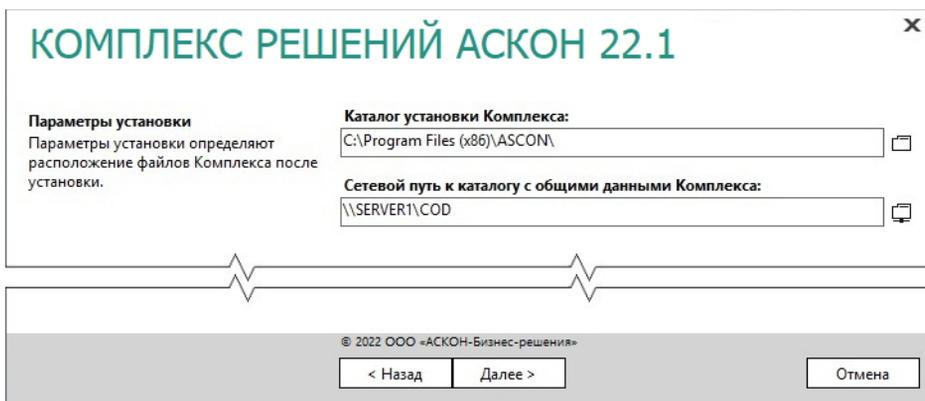

Рис. 4.28
1. Укажите полное имя каталога, в который будут установлены указанные компоненты Комплекса (рис. 4.28). При необходимости воспользуйтесь кнопкой **Выбрать**, чтобы указать каталог в стандартном окне Windows.